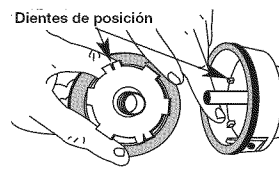

Fig. 11
- Verifique el desgaste de los dientes de posición del carrete interior y bobina exterior (Fig. 11). Si es necesario, saque la rebaba o cambie el carrete y la bobina.